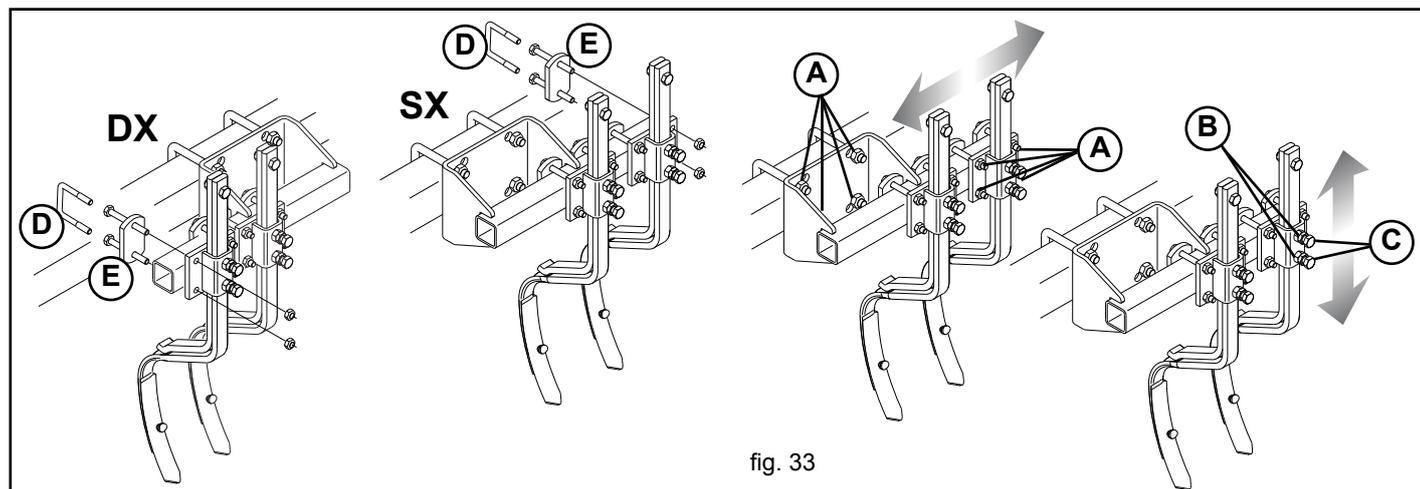

fig. 33
Les binettes casse-ligne seront alignées aux pneus du tracteur. Pour régler la position des ancrs brise-trace, dévisser les écrous (A, Fig. 33), positionner les ancrs et bloquer les écrous. Pour régler la profondeur des ancrs, dévisser le contre-écrou (B) et la vis (C, Fig. 33), après avoir effectué le réglage, serrer les vis et le contre-écrou.
NOTE pour le montage (D et E, Fig. 33):